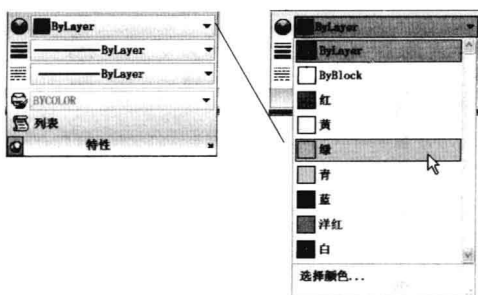

图 6-3-1
(1) 在“特性”面板中单击颜色名称，在弹出的下拉列表中可以选一种颜色，如图6-3-1所示。如果选择“选择颜色”时，会打开选择颜色对话框，可选择更多的颜色。